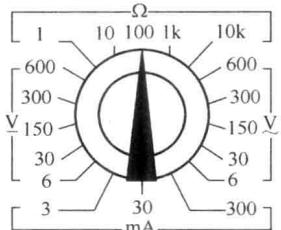

图 1-7 欧姆挡示意图
(1) 测量电阻的功能。测量电阻值是其常用的测量功能，还可测量电路的通与断状态。万用表转换开关置于欧姆挡，即“ Ω ”挡，这一测量挡有许多挡位，图 1-7 所示为 5 个挡位，分别是 1、10、100、1k 和 10k。测量不同阻值应使用不同挡位，通过转换开关进行各挡位的转换。